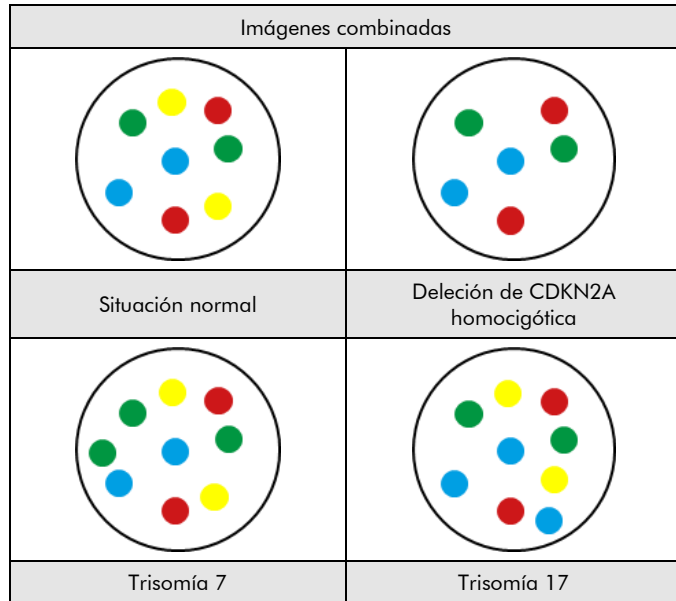

Fig. 2. Resultados previstos en núcleos normales y anómalos
**Situación normal:** En las interfases de células normales o de células sin una delección que afecte a la región del gen CDKN2A, se prevén dos señales doradas, dos rojas, dos verdes y dos azules (ver Fig. 2).
**Situación anómala:** En una célula con una deleción de la región del gen CDKN2A, se observará un menor número de señales doradas. Las deleciones que afectan solo a partes de la región del gen CDKN2A pueden dar lugar a un patrón de señal normal, con señales doradas de tamaño reducido. En las células con aneuploidía de los cromosomas 3, 7 o 17, serán visibles más o menos señales del color respectivo (ver Fig. 2).